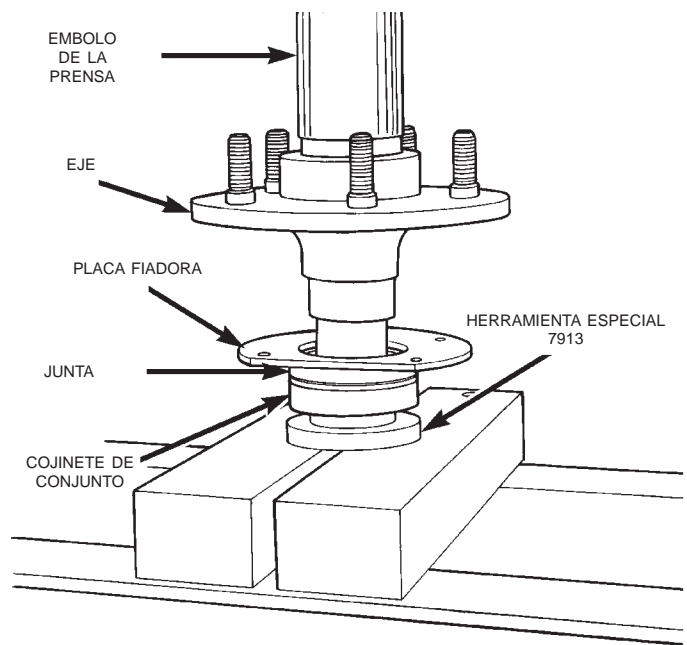

Fig. 29 Presione el cojinete sobre el eje
(7) Con el instalador 7913 y una prensa de taller, presione el cojinete sobre el semieje (Fig. 29).